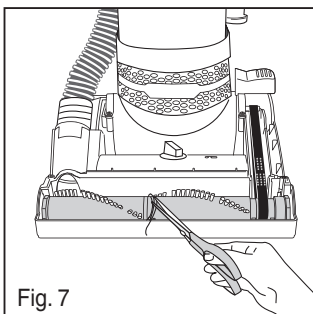

Fig. 7
- 2) Use unas tijeras para cortar los pelos e hilachas (Fig. 7).